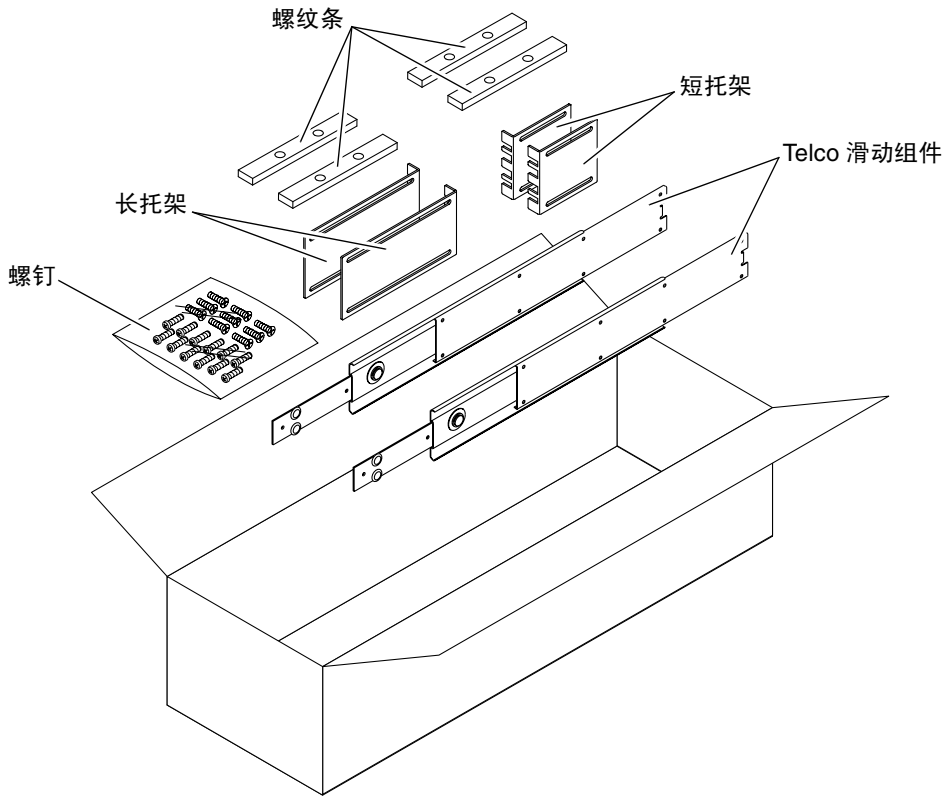

图 3-6 19 英寸四柱机架滑轨式安装套件中的物品
3. 从机架套件中取出 Telco 滑动组件（图 3-6）。
6. 从机架安装套件中取出短托架和长托架（图 3-6）。